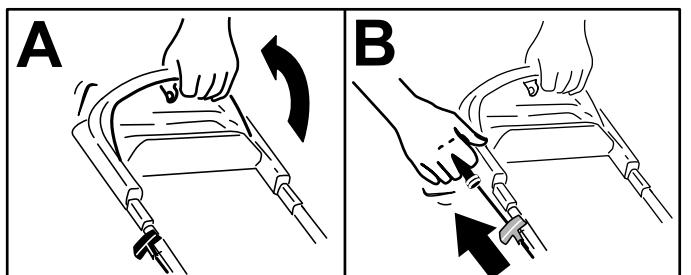

Рисунок 13
- Удерживайте штангу управления ножом прижатой к рукоятке (вид А на Рисунок 13).
за нее и дайте ей медленно вернуться в направляющую шнура на рукоятке (вид В на Рисунок 13).